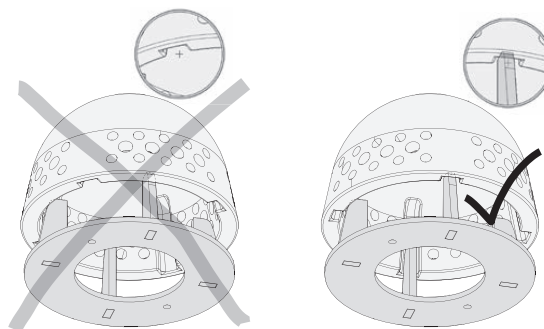

Fig. 45 Monter la broche d'air primaire
- ▶ Important: Les rainures doivent s'enclencher dans l'ergotage – Fig. 45.